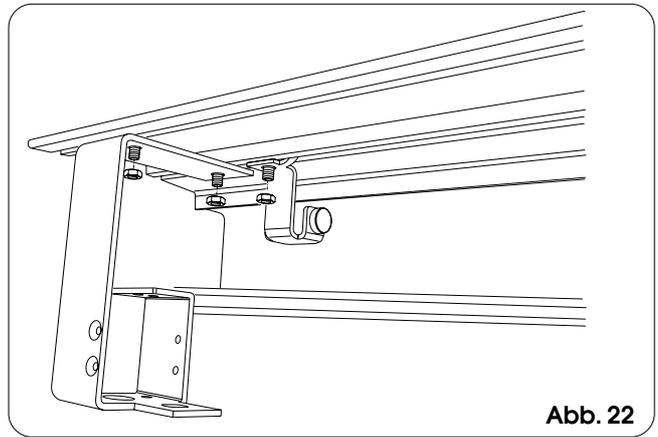

Abb. 22
- Die Seitenbügel an den Enden des Querträgers befestigen. Dabei werden die am weitesten außen sitzenden der vorher angebrachten Zugschrauben verwendet (Abb. 22).
die mechanischen Schließ- und Öffnungsanschlüge auf dem Stützprofil montieren, wie aus Abb. 22 hervorgeht. Dabei sind die am weitesten außen sitzenden der vorher angebrachten und noch nicht verwendeten Zugschrauben zu verwenden.
die mechanischen Öffnungsanschlüge montieren, wie aus Abb. 22 hervorgeht. Dabei sind die am weitesten außen sitzenden der vorher angebrachten und noch nicht verwendeten Zugschrauben zu verwenden.